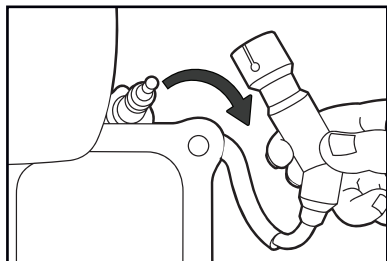

Рис. 8
- Снимите колпачок свечи зажигания (Рис. 8)